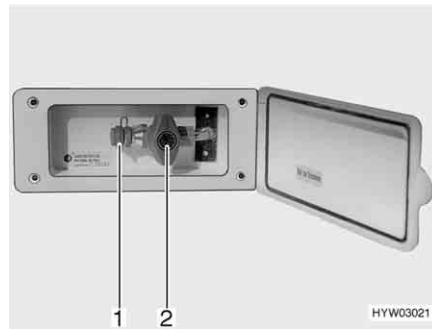

Fig. 132 Toma exterior de gas, válvula de paso de gas cerrada
La toma externa de gas (Fig. 132) está, en función del modelo, en la parte trasera o en el lado izquierdo o derecho del vehículo.
- Conectar el aparato de gas externo en el punto de conexión (Fig. 132,1).
- Abrir la válvula de paso de gas (Fig. 132,2).